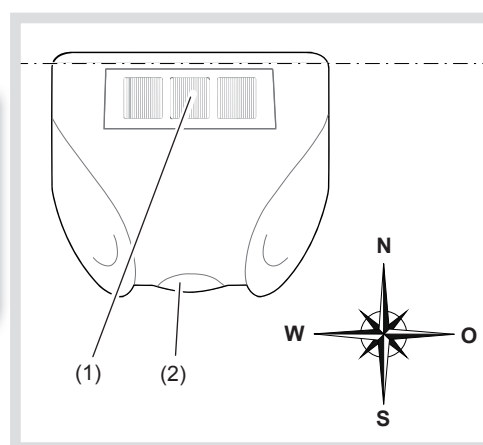

Bild 3: riktning mot söder och vägrätt
- Horisontell montering utanför byggnader (bild 3), i första hand på tak- och fasadområden
- Rikta enheten med hjälp av en kompass mot söder (bild 3).
- Rikta enheten i tvärriktning med vattenpass vägrätt (bild 3).